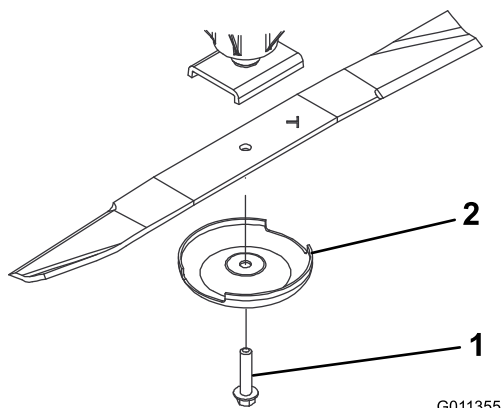

Figura 97
3. Togliete il bullone, la coppa antistrappo e la lama dall'asse del perno (Figura 97).